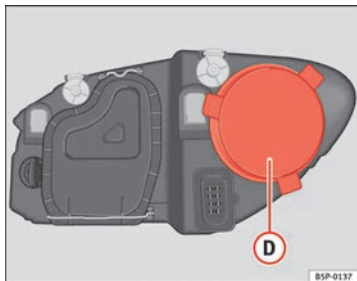

Abb. 188 Standlicht
- Den Deckel ⇒ Abb. 188 (D) abziehen.